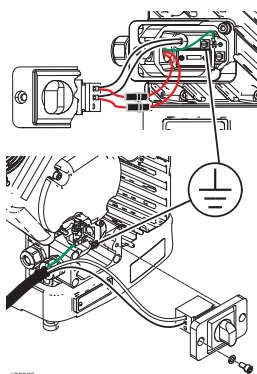

Fig. 16: Emplacement des vis de terre
7. Raccorder le fil de terre du ventilateur. Voir FIG. 19, page 15. Voir FIG. 16, page 15.